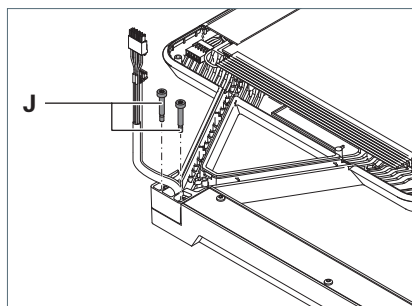

Fig. 13: Leuchtenkopf fixieren.
2. Ziehen Sie die beiden Stellschrauben **J** an, bis die Schraubenköpfe bündig mit dem Adapter abschließen, siehe Fig. 13.